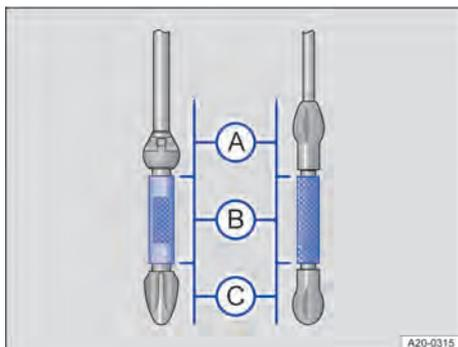

Fig. 178 Varetas de medição do óleo com marcação do nível do óleo do motor (variantes).
7. Retirar novamente a vareta de medição do óleo do motor e ler o nível no óleo do motor na vareta de medição da seguinte maneira → Fig. 178:
13. Ao final do processo de reabastecimento, o nível do óleo do motor deve se situar no mínimo no meio da faixa → Fig. 178 (B). O nível do óleo do motor não pode se situar na faixa → Fig. 178 (A) → ⓘ.
14. Se, por descuido, tiver sido reabastecido muito óleo de motor e o nível de óleo de motor estiver na faixa → Fig. 178 (A), não ligar o motor. Procurar auxílio técnico especializado.
- Se o nível do óleo do motor estiver na faixa → Fig. 178 (A), não dê partida ao motor e procure uma empresa especializada.